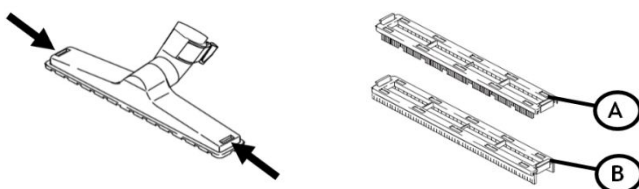

Figura 5
10. Consulte la figura 5. Coloque el inserto con cerdas (A) en el cepillo de piso. Para cambiar el inserto, presione los cierres situados a ambos lados del cepillo de piso.
- Coloque el inserto escurridor en el cepillo de piso. Consulte la figura 5. Para cambiar el inserto, presione los cierres situados a ambos lados del cepillo de piso.